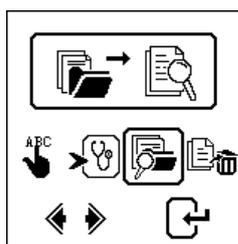

Fig.71
1. Selezionare l'opzione di visualizzazione report in memoria  utilizzando il tasto ► e premendo poi il tasto di conferma  (Fig.71):